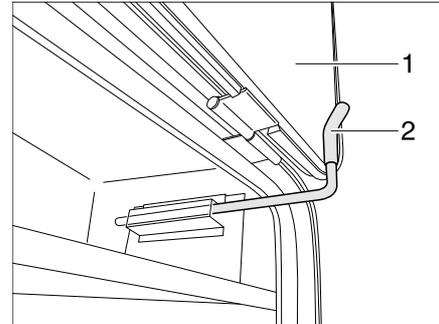

Bild 47 Sicherungshaken Außenklappe, Feststellposition
- Die Außenklappe (Bild 47,1) öffnen und nach oben gegen die Wand des Fahrzeugs klappen.
- Den Sicherungshaken (Bild 47,2) nach oben drehen und die Außenklappe (Bild 47,1) dahinter verkeilen.
- Den Sicherungshaken (Bild 47,2) ziehen und nach unten drehen.